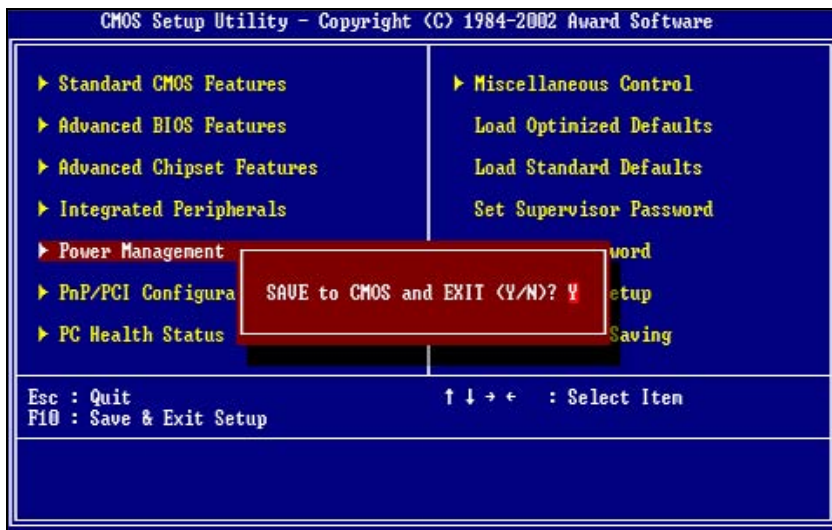

Рис. 4.4. При выходе из программы вас обязательно переспросят, уверены ли вы в своем желании
- <F10> — выход из программы настройки с сохранением всех изменений (рис. 4.4), причем данная горячая клавиша, если учитывать и новые и старые версии BIOS, работает только в главном меню программы настройки. Более новые версии позволяют воспользоваться клавишей из любого подменю;